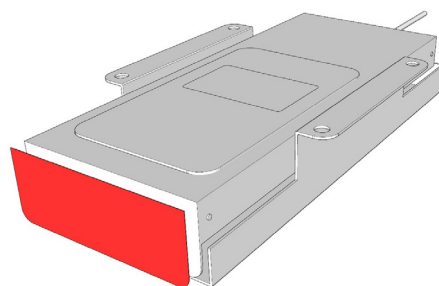

Figura 4
5. Si desea utilizar uno de los embellecedores suministrados, retire el papel del adhesivo y colóquelo sobre el panel frontal del sistema como muestra la **figura 4**.